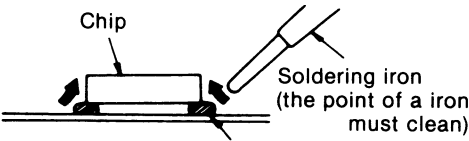

Fig. 2
A Druck der Andruckrolle Bedingung: • Wiedergabe Meßgerät: • Bandzugmesser (max. 500 gr)	1. Gerät auf "Wiedergabe" schalten. 2. Bandzugmesser über die Spitze der Andruckwollenwelle (A) haken und entgegen der Andruckrichtung Andruckrolle-Tonwelle ziehen (Fig. 2). 3. Bandzugmesser in dem Augenblick ablesen, in dem die Andruckrolle von der Tonwelle abhebt und sich zu drehen aufhört. NORMALWERT: 130±20 gr (Zufuhrseite) NORMALWERT: 350±50 gr (Aufwickelseite)
Place solder on the foil chip mounting, and solder the chip while applying the soldering iron in the direction of the arrow, as shown in fig. 2.
A Pressure of pressure roller Condition: * Playback mode Equipment: * Tension gauge (max. 500 gr)	1. Place UNIT into playback mode. 2. Hook tension gauge to pressure roller shaft top (A), and pull gauge in direction opposite to pressure of pressure roller against capstan (See fig. 2). 3. Read pressure indicated on gauge immediately when pressure roller moves away from capstan and stops rotating.  Fig. 2 Standard value: 130 ± 20 gr Standard value: 350 ± 50 gr